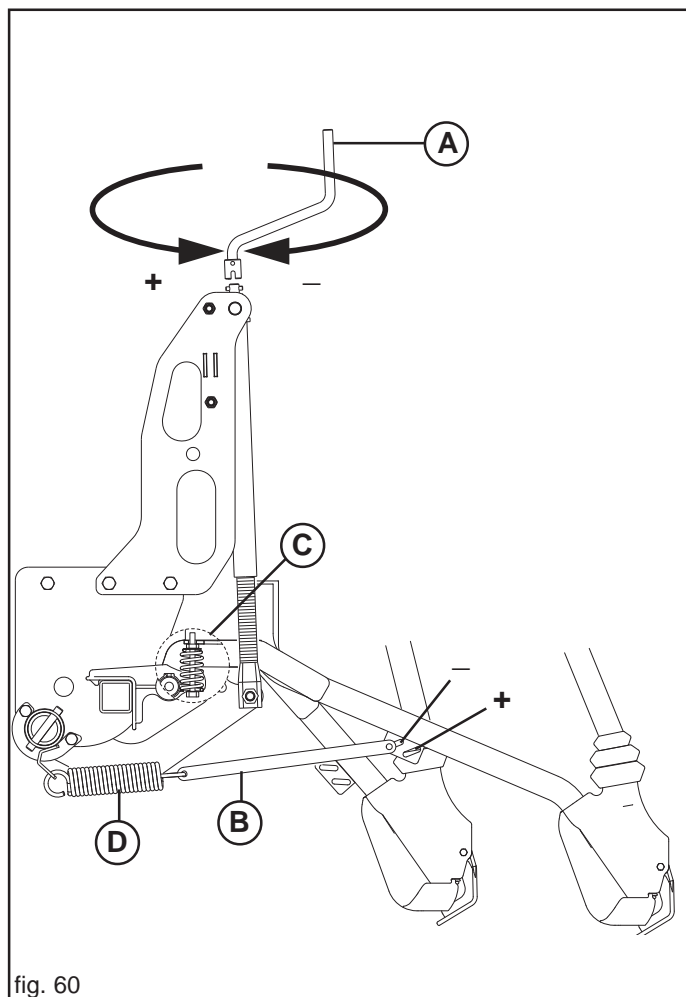

fig. 60
La profundidad de la siembra viene graduada, simultáneamente por todos los surcadores, mediante una manivela (A Fig. 60) que permite, si girada en sentido opuesto a los horario, ejercer mediante los resortes de tracción, una mayor presión de los surcadores en el terreno y por lo tanto automáticamente una caída más profunda de la semilla.
Se puede graduar ulteriormente la presión individualmente variando la posición de los tirante (B Fig. 60).
Sólo con surcadores de bota está disponible, como accesorio, un muelle (C, Fig. 60) que permite poner a cero individualmente el peso el elemento de muelle (D) completamente descargado.